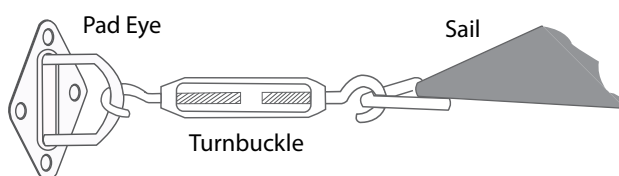

Fig. 10
- B. Sujetar los accesorios de sujeción a los puntos de instalación tal y como haga falta. Asegurarse de que todos los accesorios están orientados hacia la mitad de la Lona y de que están bien sejetos. (Fig. 10)